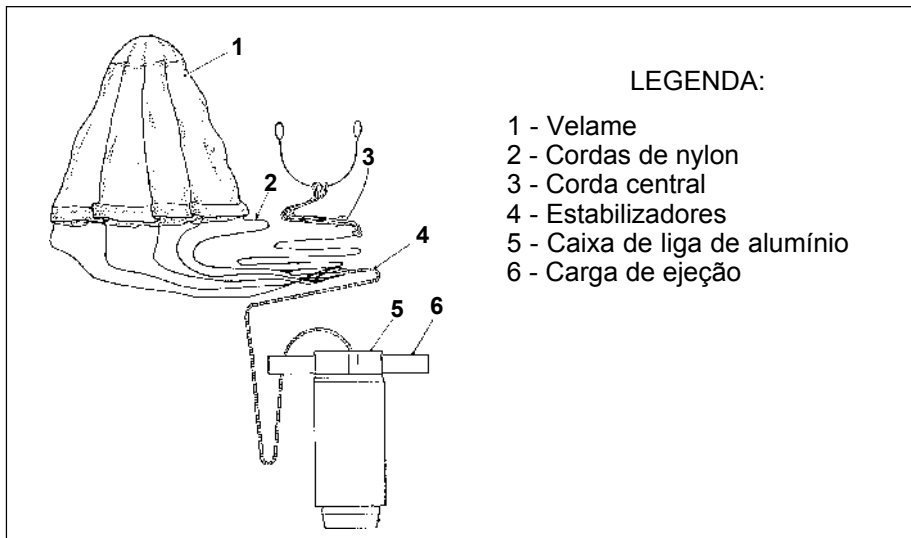

Fig 10-5. Dispositivo do Pára-quedas e de Iluminação
(3) Acionamento - Depois do tiro, a espoleta funciona quando é atingido o tempo correspondente à regulação do evento. A chama produzida pela espoleta inicia a queima da carga de separação com 1,7 seg de atraso. A pressão produzida pela carga de separação ejeta a placa-base e expelle os dispositivos do pára-quedas e iluminação. O tubo de liga de alumínio e a bolsa são expulsos e o velame infla. A rotação do pára-quedas cessa, devido a ação dos estabilizadores. (Fig 10-5)